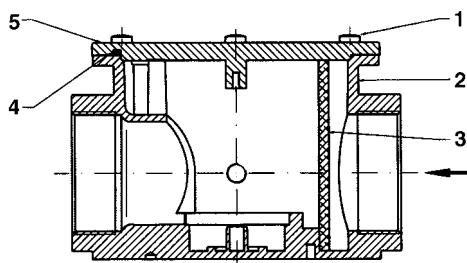

Рис. 27b
С резьбовым соединением - Рис. 27b и Рис. 27с
После того, как вы убедитесь, что внутри фильтра нет газа под давлением, снимите крышку (5) отвинтив крепёжные винты (1). Снимите фильтрующий патрон (3), промойте его водой с мылом, продуйте сжатым воздухом (или замените его при необходимости) и установите его на прежнее место, проверив, что он расположен между соответствующими направляющими (7), контролируя, чтобы не было препятствий для установки крышки (5). Затем установите крышку (5), следя, чтобы кольцо-прокладка (4 на Рис. 27b) было установлено в соответствующий паз.
Описание (Рис. 27b - Рис. 27с)